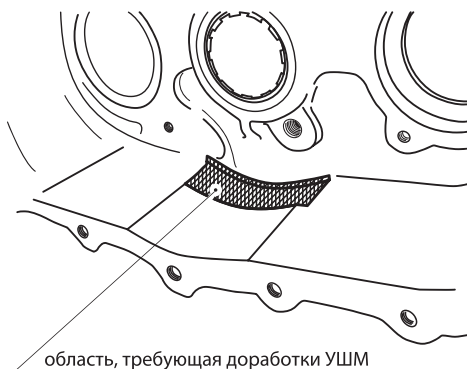

Рис. 7
2. Доработайте картер нового образца (снять 2 мм УШМ) (**Рис. 7**).